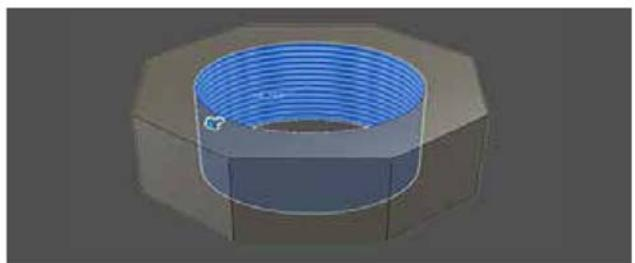

图 2-51
(8) **螺纹:** 为圆柱几何图元添加内螺纹和外螺纹。螺纹在几何图元上可以起示意作用或者塑造在几何图元上，如图 2-51 所示。